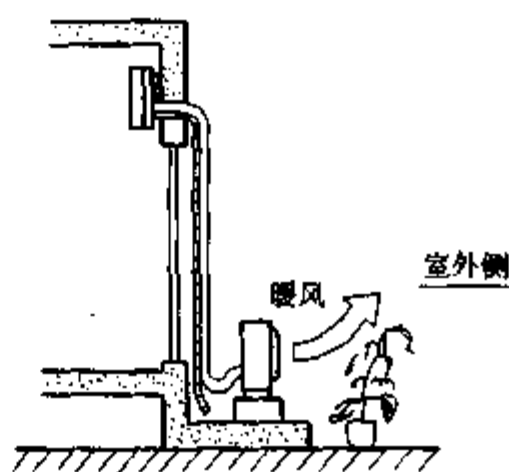

图 7-11 室外机组出风口
(4) 安装的场所避免使室外机组吹出的风和噪音影响近邻。从室外机组吹出的风暖和,直接对着动植物吹,会发生不良影响。而且如对着人体吹人也是不舒适的。如图 7-11。
(5) 分体式空调器连接管道的作业根据管道的种类不同,作业方法与使用方法相异,故应充分注意。见表 7-7。